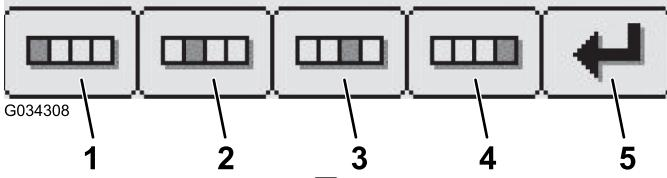

图20
6. 使用 1 号到 4 号按钮确认您的新 PIN，输入完成后按 5 号按钮（图20）。
注意：确认 PIN 设置之后（图20），Pin Correct (Pin 纠正) 屏幕将显示约 5 秒钟。